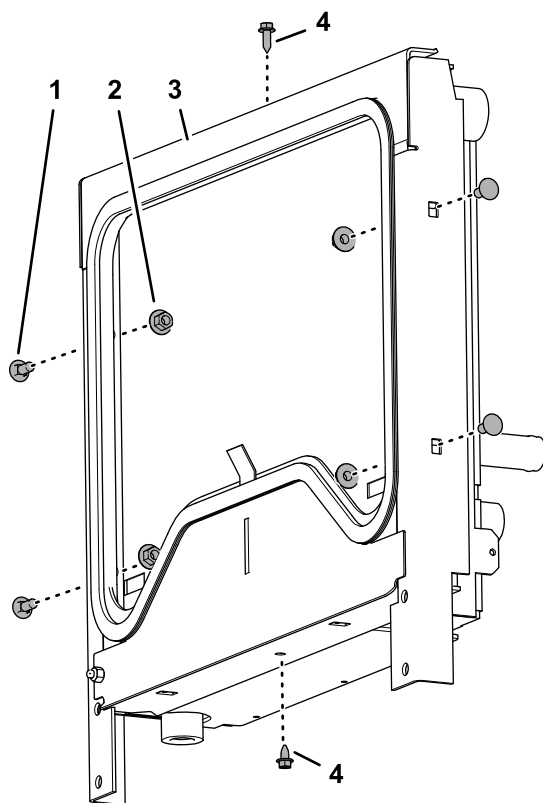

Рисунок 27
2. Установите, не затягивая, монтажную раму на радиатор/маслоохладитель (Рисунок 27) с помощью 2 винтов с фланцем (1/4 x 3/4 дюйма).
3. Подсоедините монтажную раму к радиатору/маслоохладителю (Рисунок 27) с помощью 4 каретных болтов (5/16 x 3/4 дюйма) и 4 рифленых фланцевых гаек (5/16 дюйма).